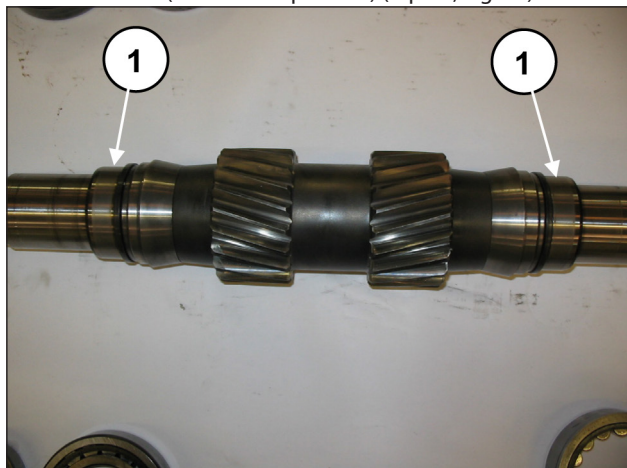

Fig. 52
Prémonter l'arbre de la prise de force : insérer sur l'arbre de la prise de force les 2 bagues intérieures des roulements (une de chaque côté) (rep. ①, Fig. 52).